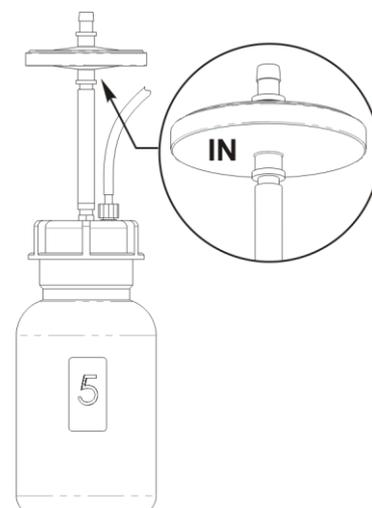

Fig. 11. Montaggio del filtro
- 8.6. Sostituzione del filtro (fig.11)
Attenzione! Eseguire il montaggio del filtro come indicato nella Fig. 11. L'indicazione "IN" deve essere posizionata sul lato del tubo in ingresso (rivolta verso il flacone)!